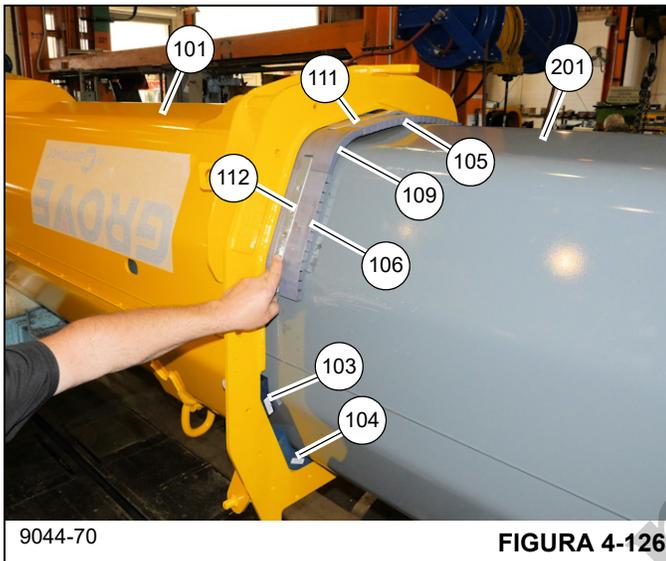

FIGURA 4-126
e porcas (138) da placa de desgaste em cada lado da base (101), mas não aperte (consulte a Figura 4-126).
97. Continue a inserir o telescópio 1 (201) na base (101) até que a ponta dianteira do telescópio 1 (201) esteja na área do telescópio 1 (201) que está livre de graxa.
98. Coloque as placas de desgaste flexíveis (105, 106, 109) com as barras (111, 112) na parte superior do telescópio 1 (201) e bata levemente no local entre a base (101) e o telescópio 1 (201) (consulte a Figura 4-126).
99. Aperte completamente o parafuso de ajuste da placa de desgaste central do lado direito (132). Instale o calço (110) na parte superior da placa de desgaste lateral direita batendo levemente com uma marreta de borracha ou bloco de madeira.